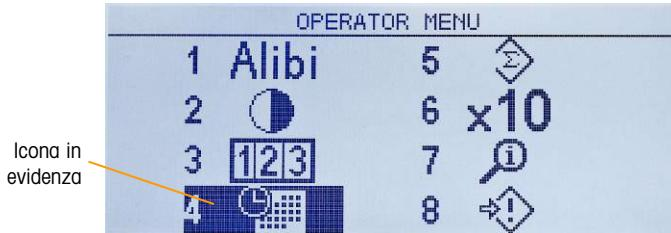

Figura 2-3: Visualizzazione menu operatore
Per accedere al menu operatore, premere il tasto MENU . Il display passerà dalla visualizzazione del peso normale a quella di numerose icone (Figura 2-3). Le icone presenti dipendono dalla configurazione del terminale, per ulteriori dettagli fare riferimento alla Tabella 2-5.
- Quando l'evidenziazione è nella colonna sinistra, come in figura 2-3 e 2-4, premendo il tasto freccia SINISTRA si esce dal menu **IMPOSTAZIONI** e viene visualizzato il menu **OPERATORE (OPERATOR)**.